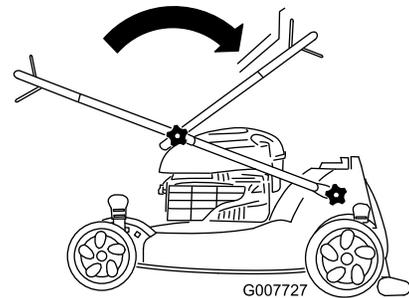

Bild 3
1. Klappen Sie den Bügel, wie in Bild 3 und Bild 4 dargestellt.